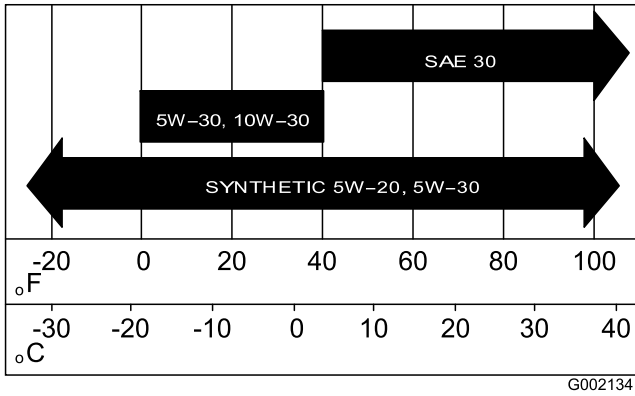

Figura 42
5. Llene el cárter con el aceite especificado; consulte la Figura 42 en Cambio del aceite \(Modelos 07273 y 07273TC\) (página 36).